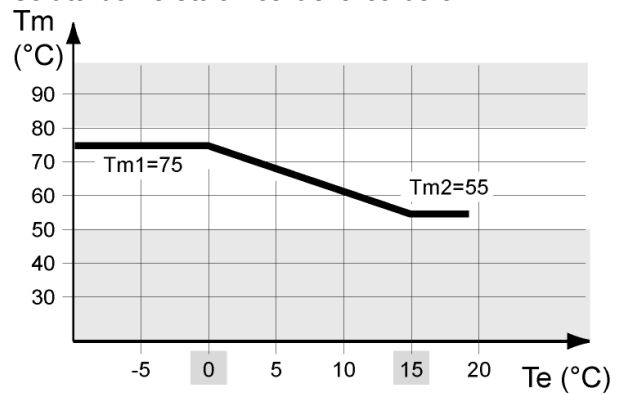

Figura 26
In questo caso, le operazioni descritte nel paragrafo precedente non sono più necessarie in quanto la temperatura di mandata dell'acqua di riscaldamento (Tm) viene automaticamente fissata dall'elettronica della caldaia in funzione della temperatura esterna (Te) e in base a parametri che il Centro Assistenza Tecnica che esegue la prima accensione deve inserire. In Figura 26 vi è un esempio della retta che determina la relazione tra temperatura di mandata all'impianto (TM) e temperatura esterna (TE).